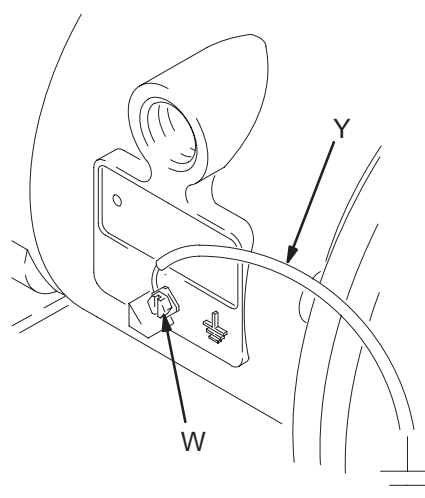

Fig. 1
- **Pompe:** Brancher un fil et une pince de terre et comme indiqué à la Fig. 1. Desserrer la vis de terre (W). Introduire l'extrémité d'un fil de terre (Y) d'au moins  $1,5 \text{ mm}^2$  derrière la vis et bien serrer celle-ci. Raccorder la pince d'extrémité du fil de terre à une véritable terre. Commander la réf. no. 222011, câble et pince de mise à la terre.